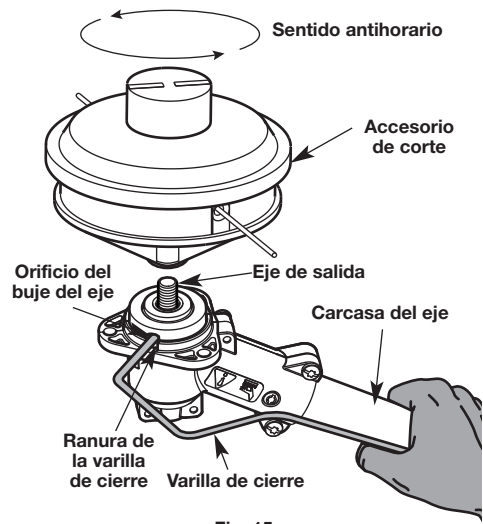

Fig. 15
1. Coloque el accesorio del cabezal de corte como se muestra (Fig. 15). Alinee el orificio del buje del eje con la ranura de la varilla de traba. Inserte la varilla de traba en el orificio del buje del eje.
3. Sujete la varilla de traba en su lugar sosteniéndola al lado del brazo de la carcasa del eje (Fig. 15).